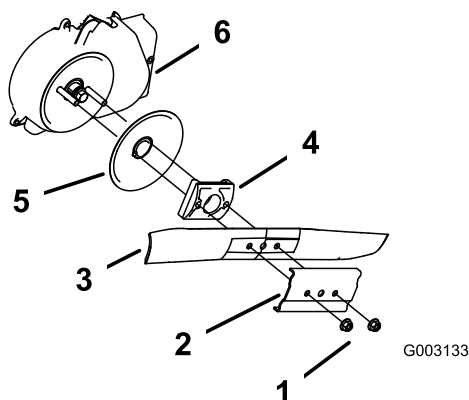

Figure 32
3. Retirez les 2 écrous de la lame et le renfort (Figure 32).
4. Déposez la lame (Figure 32).
5. Déposez le dispositif d'entraînement de la lame et le disque (Figure 32).
6. Déposez la protection du débrayage du frein de lame (Figure 32).
10. Reposez la lame et le renfort déposés précédemment (Figure 32).